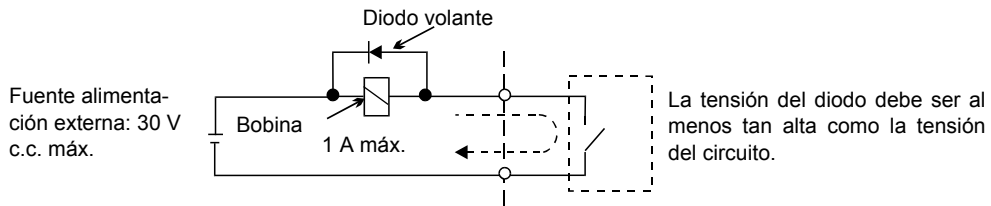

Fig. 2.18 Conexión del diodo volante
- \*3. Cuando controle una carga reactiva, como una bobina de relé con alimentación de c.c., inserte siempre un diodo como se muestra en la Fig. 2.18